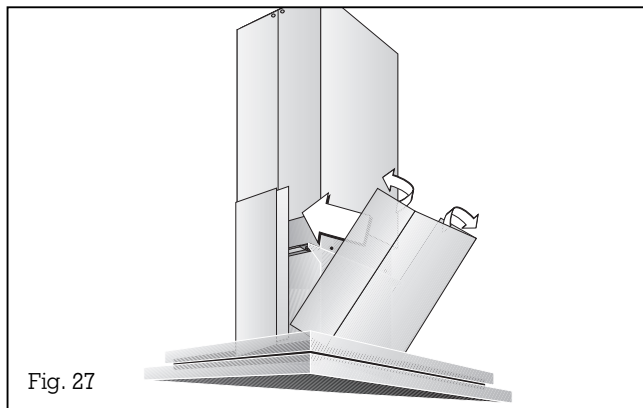

Fig. 27
15. Montez la partie inférieure de la cheminée sans bande magnétique sur la hotte. Cintrez légèrement la deuxième moitié inférieure de la cheminée (avec la bande magnétique), la glisser sur la première partie et l'ajuster (ne pas laisser de fente) (fig. 27).